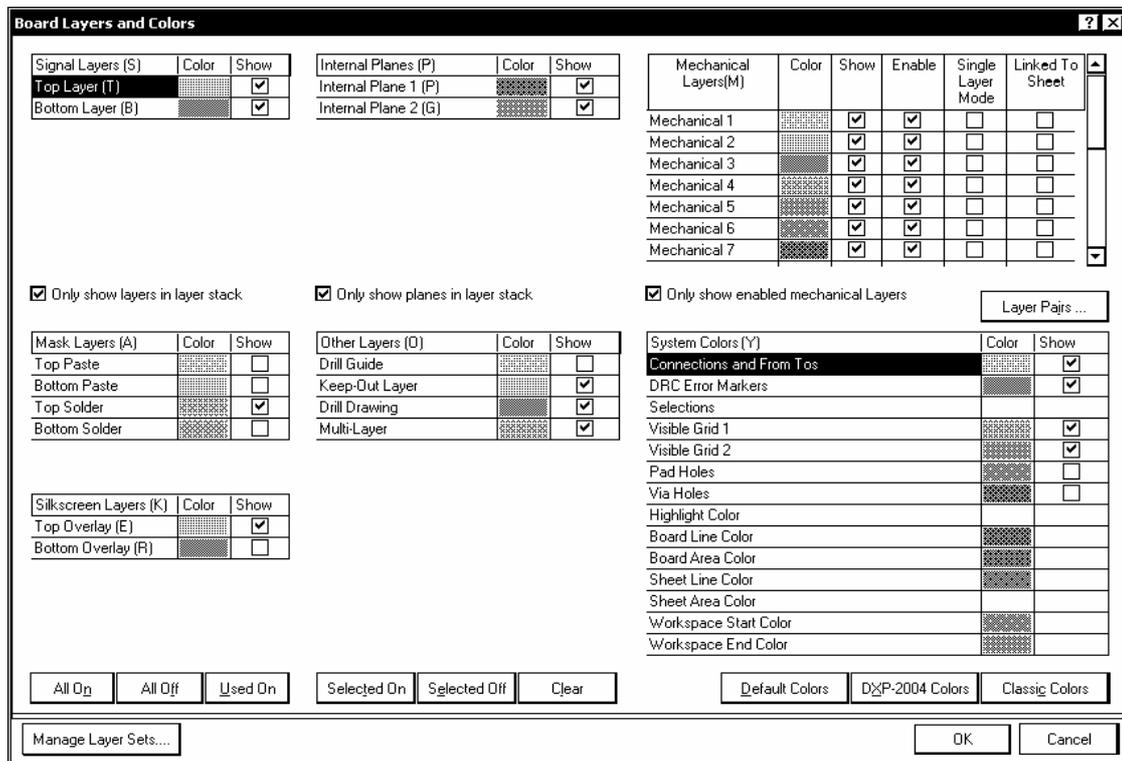

Рис. 4.9
Для управления структурой слоев активизируется команда главного меню Design>>Board Layers and Colors. Открывается одноименное диалоговое окно, в котором представлена структура слоев созданной нами заготовки печатной платы (рис. 4.9).
- активировать опцию Only show enabled mechanical layers: при этом в диалоговом окне, рис. 4.9, остается видимым список только активизированных слоев.
Кроме управления свойствами слоев, в диалоговом окне, рис. 4.9, представлены функции управления цветом и видимостью целого ряда объектов, не принадлежащих определенным слоям, но являющихся принадлежностью проекта – сеток, линий электрической связи (Connections), маркеров ошибок DRC-контроля, отверстий контактных площадок (Pad Holes), отверстий у межслойных переходов (Via Holes) и др.